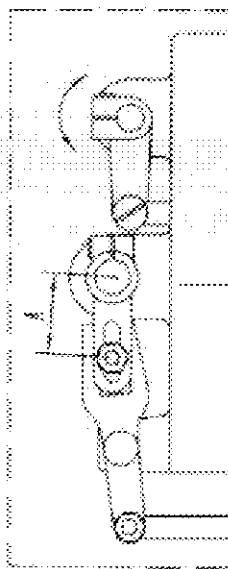

Рис. 9
5. Регулировка величины подъема качающейся и неподвижной прижимной лапки (см. Рис. 9).
Синхронная подача верхнего и нижнего слоев материала является отличительной особенностью этой машины. В зависимости от коэффициентов трения материалов следует отрегулировать расстояние А между скользящим блоком и центром оси качающейся прижимной лапки (см. Рис. 9). Метод регулировки: если длина верхнего слоя материала больше длины нижнего слоя, чтобы подача верхнего и нижнего слоев была одинаковой, расстояние А следует увеличить. Если длина верхнего слоя материала меньше длины нижнего слоя, расстояние А следует уменьшить. Если в соответствии с особыми требованиями подача верхнего слоя должна быть больше (или меньше) подачи нижнего слоя, следует выполнить регулировку в пределах допустимого диапазона в соответствии с изложенными выше принципами.